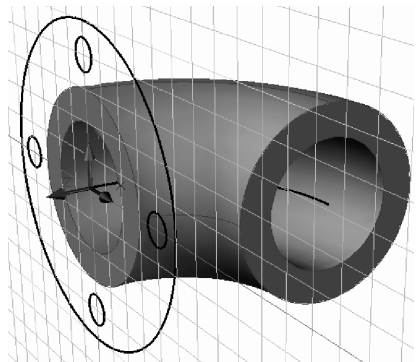

Fig. 9.38 Profilul plan al flanșei
- Se desenează profilul flanșei – vezi Fig. 9.38, pe stratul **Plan**, care se reactivează ca strat curent.